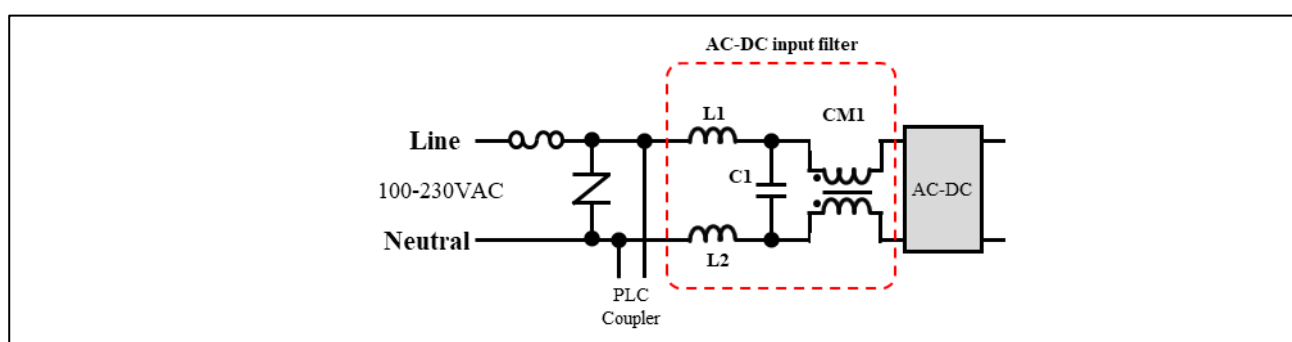

Figure 5-1 AC-DC 電源回路用入力フィルタの回路例
- AC-DC 電源回路用入力フィルタの回路例を Figure 5-1 に、その回路定数例を Table 5-1 に示します。